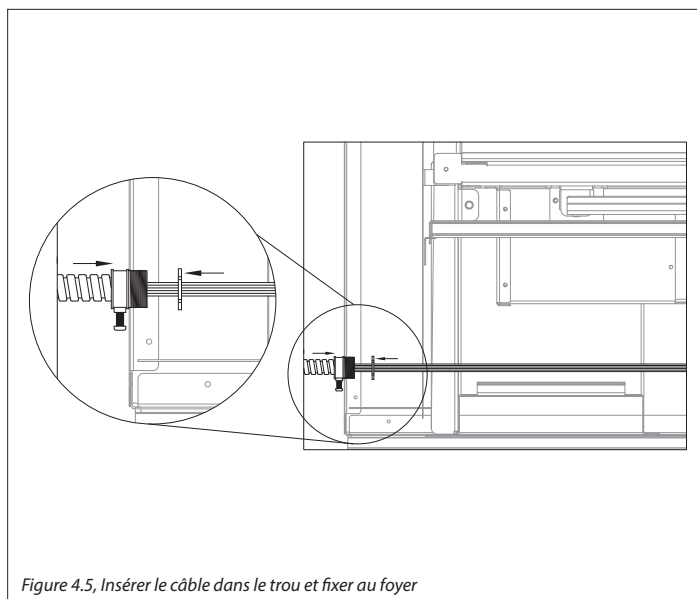

Figure 4.5, Insérer le câble dans le trou et fixer au foyer
2. Insérez le câble déroulé dans la section élargie du trou, jusqu'au début du conduit de câble flexible en métal. Dévissez l'écrou de l'extrémité du conduit de câble et insérez l'extrémité du conduit dans la section étroite du trou d'ouverture. Revissez l'écrou de blocage sur les filets du conduit pour le fixer au foyer. Voir Figure 4.5.